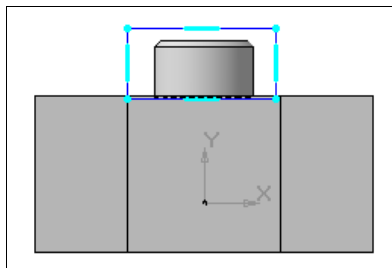

Рис. 18.31. Эскиз обнижения
- ◆ создайте на этой плоскости эскиз в виде прямоугольника  $32 \times 21$  (рис. 18.31);